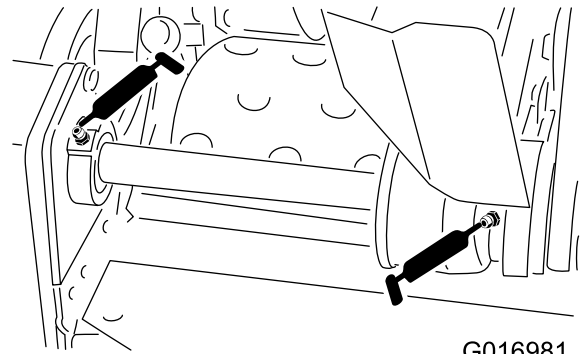

Figure 19
- 2 sur les roulements de l'arbre intermédiaire du cylindre (Figure 19)